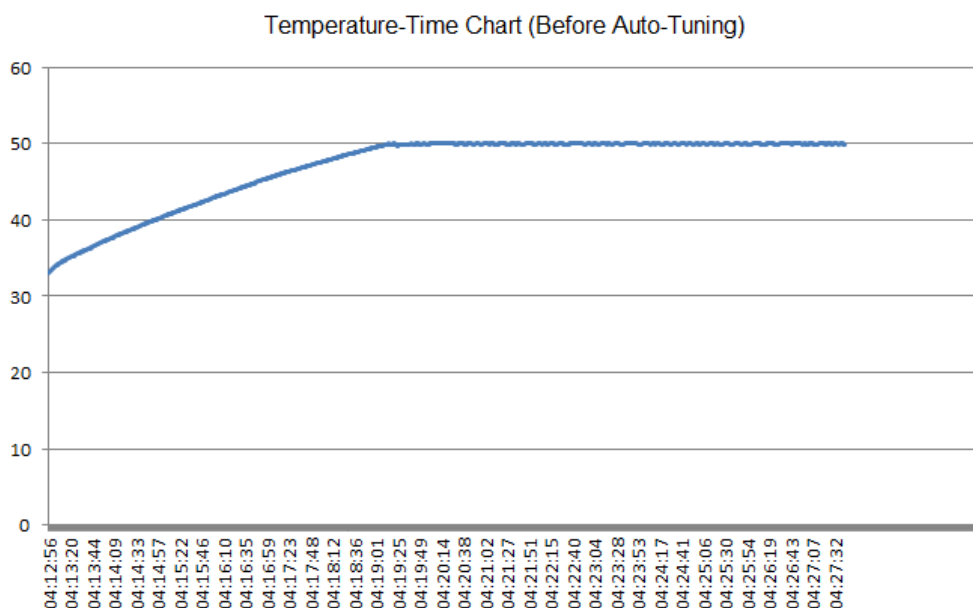

图 5
- 当温度无波动且持续维持 50°C 时，为自动计算出最佳的 DPIDE 温度控制参数 ( D108  $K_P$ 、D110  $K_I$ 、D112  $K_D$ 、D 114  $T_f$  )。实验结果之温度曲线如图 5。
初步调整功能的实验结果如图 5 所示：